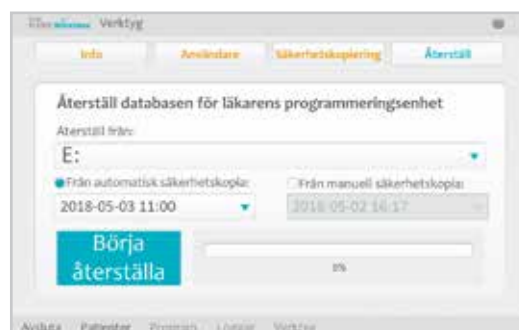

Bild 8-45: Fönstret Återställ
3. Öppna H200 Wireless-programmet och logga in med ett administratörsanvändarnamn och -lösenord. Tryck på menyn Verktyg och därefter på fliken Återställ. Fönstret Återställ öppnas. Se bild 8-45.